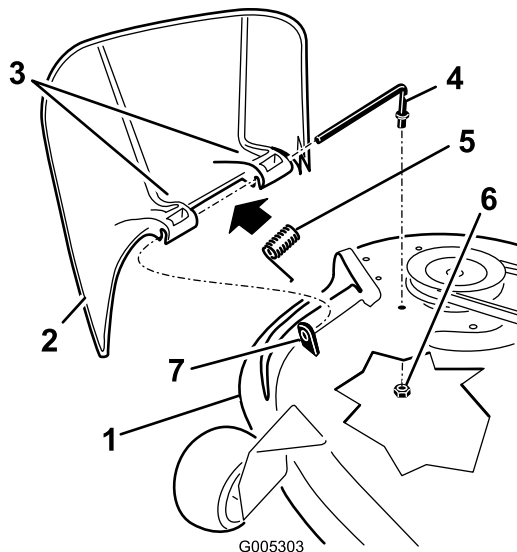

Figure 60
1. Localisez les éléments montrés à la Figure 60.
6. Placez le ressort sur la tige, les fils d'extrémité dirigés vers le bas, entre les supports du déflecteur d'herbe. Insérez la tige dans le deuxième support du déflecteur d'herbe (Figure 60).
7. Insérez la tige à l'avant du déflecteur dans la courte cheville de positionnement sur le tablier. Fixez l'extrémité arrière de la tige dans le tablier de coupe à l'aide d'un écrou ($\frac{3}{8}$ po) (Figure 60).
2. Retirez l'écrou ($\frac{3}{8}$ pouce) de la tige, sous le tablier de coupe (Figure 60).
3. Sortez la tige de la courte cheville de positionnement, du ressort et du déflecteur d'herbe (Figure 60). Déposez le déflecteur d'herbe s'il est endommagé ou usé.
4. Remettez en place le déflecteur d'herbe (Figure 60).